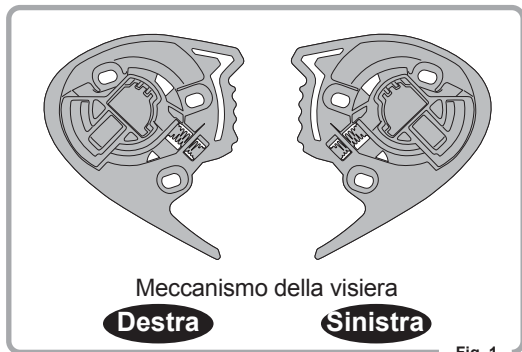

Fig. 1
1. Controllare la parte laterale del meccanismo della visiera (Fig. 1).